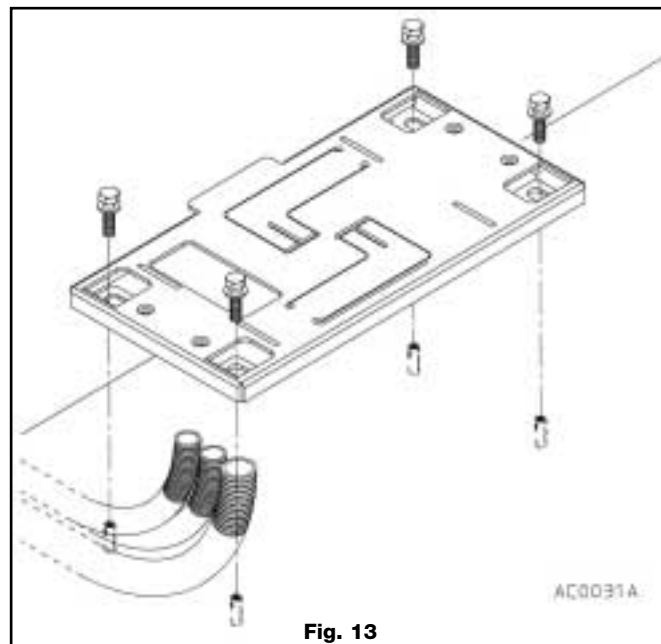

Fig. 13
- Insérer les chevilles dans les trous, placer et fixer la plaque d'ancrage à la base cimentée à l'aide de 4 vis et rondelles selon les spécifications de la fig. 13.